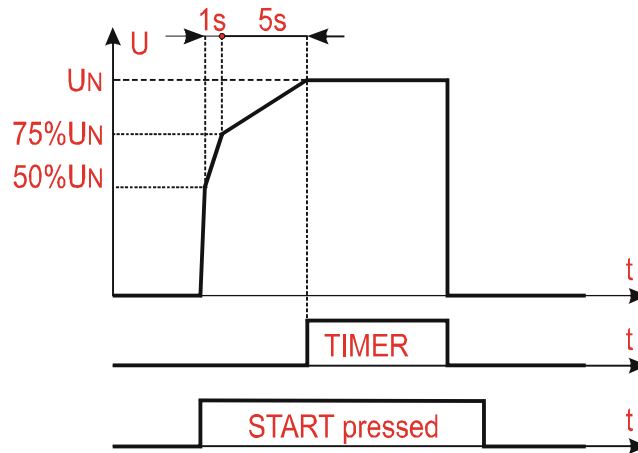

Fig. 38: Test Rigidità Dielettrica in modo Rampa 50%
- Modo **Rampa 50% (doppia rampa)** → Alla pressione del tasto **START/STOP** la tensione di prova sale fino al 50% della tensione nominale poi impiega 1s per portarsi al 75% del valore nominale quindi impiega altri 5s per portarsi al valore nominale. Successivamente è mantenuta per un tempo definito da un Timer programmabile (vedere Fig. 38)